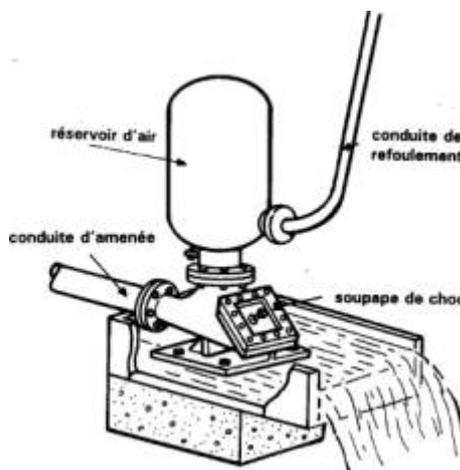

Figura 3 - Ariete hidráulico utilizado en el Sureste Asiático (fuente[3] : « Econogie »)
- Figura 3 - Ariete hidráulico utilizado en el Sureste Asiático (fuente[3] : « Econogie »)